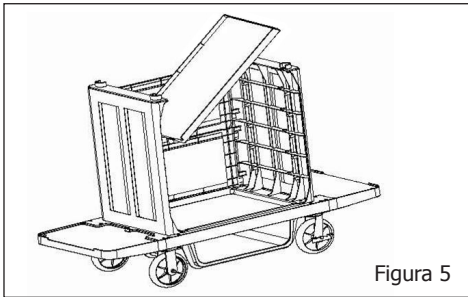

Figura 5
- Aparafuse as tábuas das prateleiras nas tábuas laterais com as peças E e K. (Figura 5).